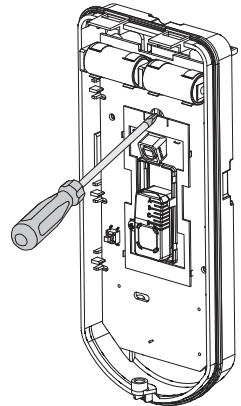

Figura 10: PCB
- Para reajustar la posición de la Rótula Estándar una vez que la PCB ya está instalada (Figura 10):
- Usar un destornillador de estrella para aflojar el tornillo de fijación (ver Figura 10).